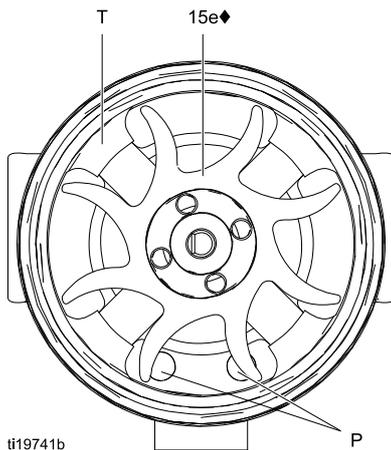
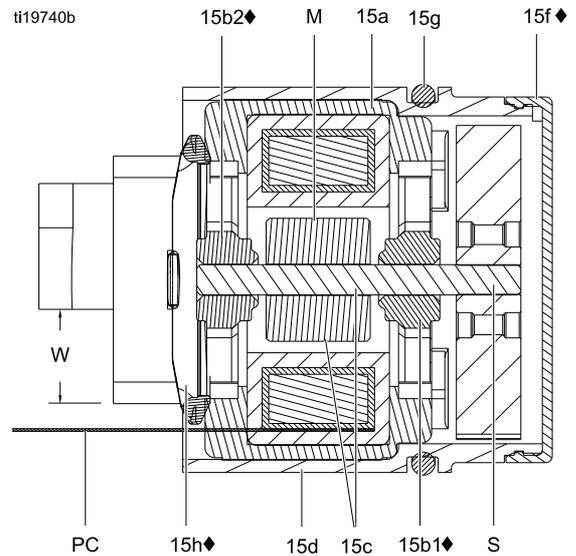

Figure 45 Gebläseausrichtung
Figure 46 Generatorquerschnitt
7. Die Spuleneinheit (15a) auf der Werkbank mit nach oben weisendem Gebläseende ablegen. Mit breitem Schraubendreher Gebläse (15e) von Welle (S) abnehmen.
10. Neues unteres Lager (15b1◆) auf langem Teil des Schafts (S) installieren. Die flache Seite des Lagers muss vom Magneten (M) weg weisen. In die Spule (15a) so einsetzen, dass die Lagerflügel bündig an der Oberfläche der Spule anliegen.
12. Die Spuleneinheit (15a) auf der Werkbank mit nach oben weisendem Gebläseende ablegen. Gebläse (15e♦) auf langes Teil des Schafts (S) drücken. Gebläseflügel müssen wie abgebildet ausgerichtet sein.
13. Die Spuleneinheit (15a) vorsichtig in das vordere Gehäuse (15d♦) drücken und dabei den Pin der Spule am Steckplatz im Gehäuse ausrichten. Der 3-polige Steckverbinder (PC) muss sich unterhalb der breiteren Nut (W) der vorstehenden Gehäuseteile befinden, wie in Abb. 46 dargestellt. Darauf achten, dass die Passstifte der Spule (P) entsprechend Abb. 45 positioniert sind.
14. Gebläse (15e) drehen, bis Flügel die vier vorstehenden Teile der Lager (T) auf Gehäuserückseite nicht länger verdecken. Sicherstellen, dass Flügel des unteren Lagers (15b1♦) mit Teilen ausgerichtet sind.